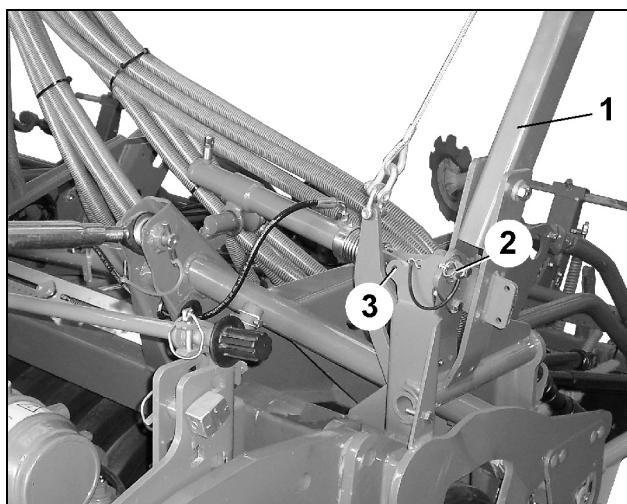

Рис. 98
- Крепко держа выносной кронштейн маркера (Рис. 98/1) извлеките фиксирующий палец с пружинной защелкой (Рис. 98/2) (требуется для транспортировки).
- Если фиксирующий палец с пружинной защелкой не нужен, установите его в крепление (Рис. 98/3).
После снятия фиксирующего пальца с пружинной защелкой (Рис. 98/2) выносной кронштейн маркера немного наклоняется в сторону.